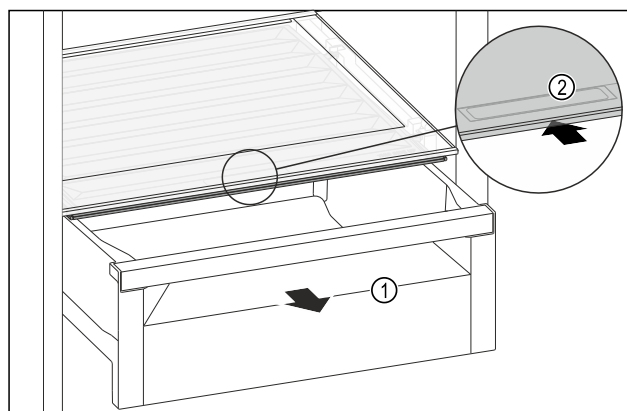

Fig. 124
- ▶ Wyciągnąć szufladę Fig. 124 (1).
- ▶ Chwycić uchwyt wpuszczany Fig. 124 (2) na pokrywie komory i przesunąć pokrywę jednocześnie do tyłu.